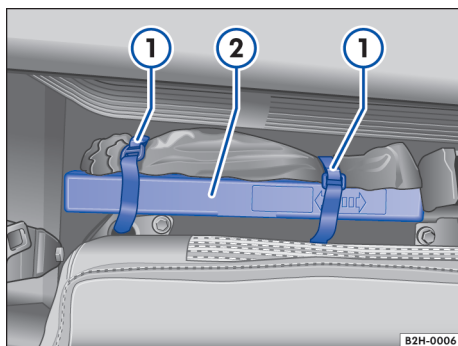

Fig. 46 Atrás do encosto direito do banco traseiro: triângulo de segurança ②.
- Soltar os fechos de velcro → Fig. 46 ① e retirar o triângulo de segurança ②.